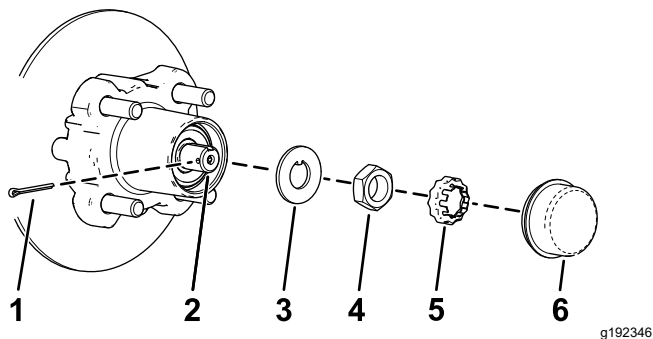
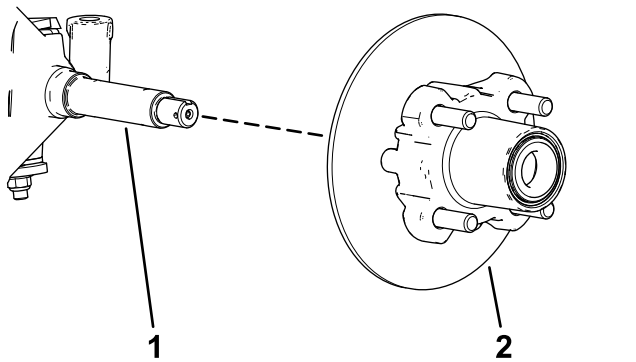

图 34
图 35
4. 从轮毂上卸下防尘盖图34。
5. 从主轴和主轴螺母上卸下开口销和螺母卡环图 34。
6. 从主轴上卸下主轴螺母将轮毂和转子总成从主轴上分开图 34和图 35。